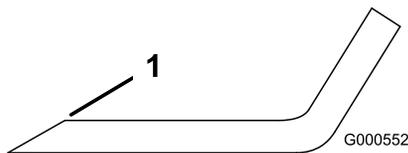

図 56
- ブレードは、左右の刃先をやすりで磨く 図 56。
注 もし傾くようなら、重い方の裏面を少し削って調整する 図 56。